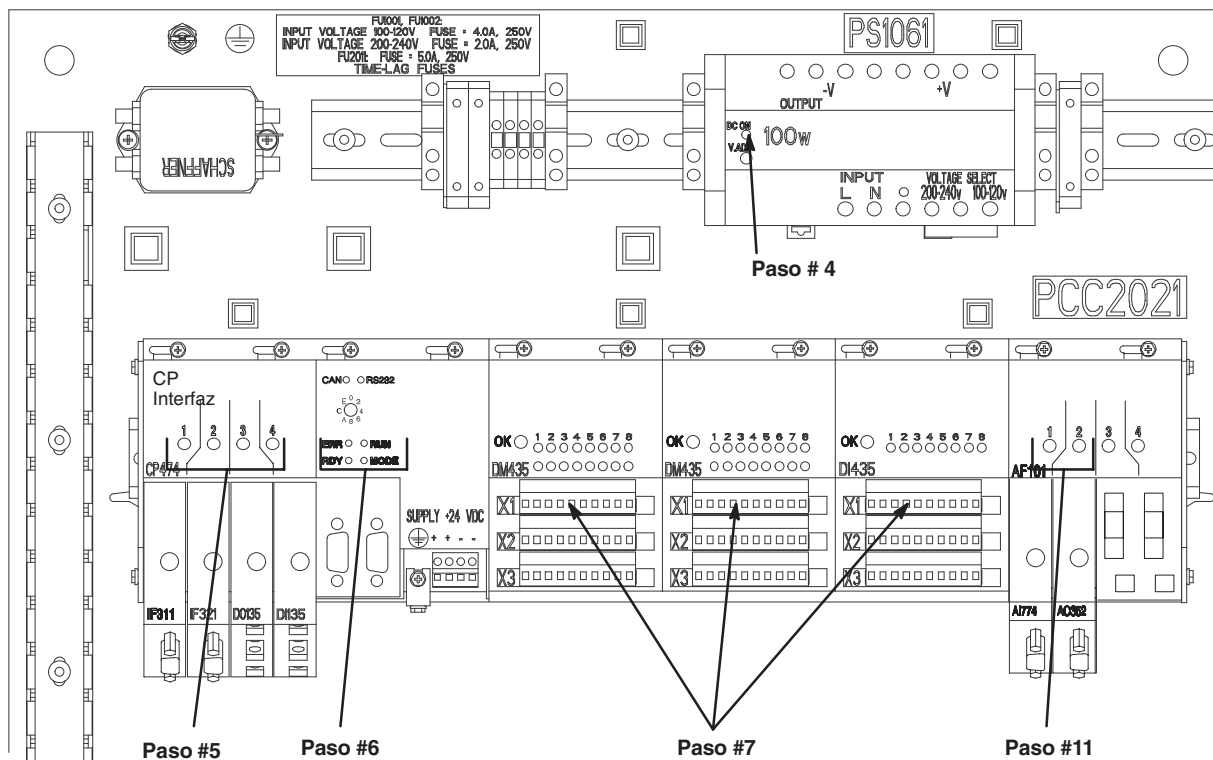

Fig. 3.24
4. Compruebe que el LED DC ON de la fuente de alimentación está encendido. Vea la Fig. 3.24.
5. Compruebe que los LED 1, 2, 3 y 4 del módulo del interfaz del controlador están encendidos. Vea la Fig. 3.24.
6. Compruebe que los LED CAN y RUN del controlador están encendidos, que el LED ERR (error) no está encendido, y que el LED RS232 está parpadeando. Vea la Fig. 3.24.
7. Compruebe que los LED OK de todos los módulos de E/S están encendidos. Vea la Fig. 3.24.
11. Compruebe que los LED 1 y 2 del módulo de interfaz analógico están encendidos. Vea la Fig. 3.24.